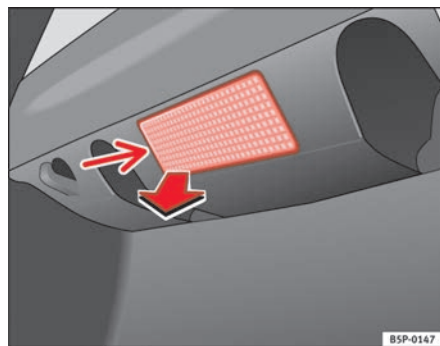

Fig. 161 Luz maletero
- Extraiga la tulipa haciendo presión sobre el borde de la parte interior de la misma -flecha- con ayuda de un destornillador por su parte plana ⇒ fig. 161.